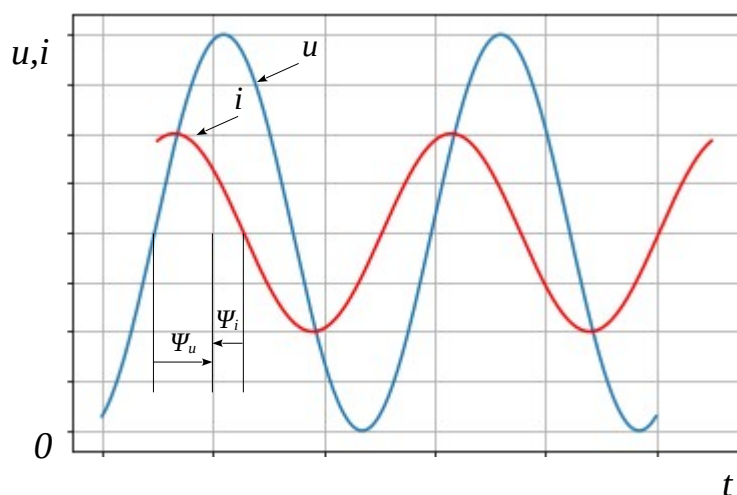

Рисунок 9
- в ветвях с реактивными элементами L и C между напряжением и током возникает фазовый сдвиг $\varphi = \Psi_u - \Psi_i$, где Ψ_i начальная фаза тока (рисунок 9). Угол φ (в рад или град) - алгебраическая величина, изменяющаяся в диапазоне от -90° ($-\pi/2$ рад) до $+90^\circ$ ($\pi/2$ рад). Знак и величина угла зависят от типа и величины параметров последовательно соединённых элементов R, L и C и частоты f напряжения.